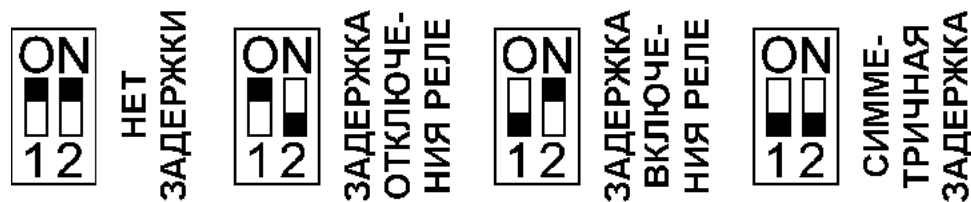

Рис. 3. Внутренние переключатели датчика.
Задержка между появлением (пропаданием) сигнала и переключением контактов реле задается регулятором «Время» и состоянием переключателей 1 и 2. Если необходима только задержка включения или задержка выключения, то размыкается один из переключателей, при необходимости симметричной задержки - оба. Состояние переключателей показано на рис. 3.
5. Установить переключатели времени задержки в положение «Нет задержки» (рис. 3).
10. Установить переключатели времени задержки в соответствии с рис. 3. Регулятором «Время» следует установить задержку на переключение контактов реле.